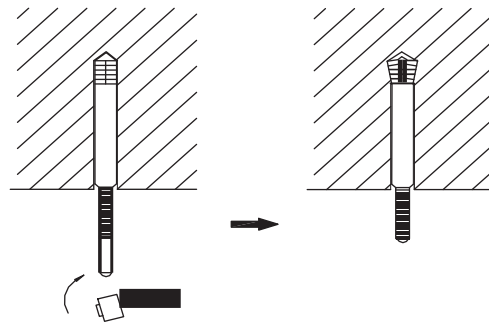

Рис. 10.25 — Установка анкерных втулок
- Установите забивные анкерные втулки М10 в просверленные отверстия (рис. 10.25)